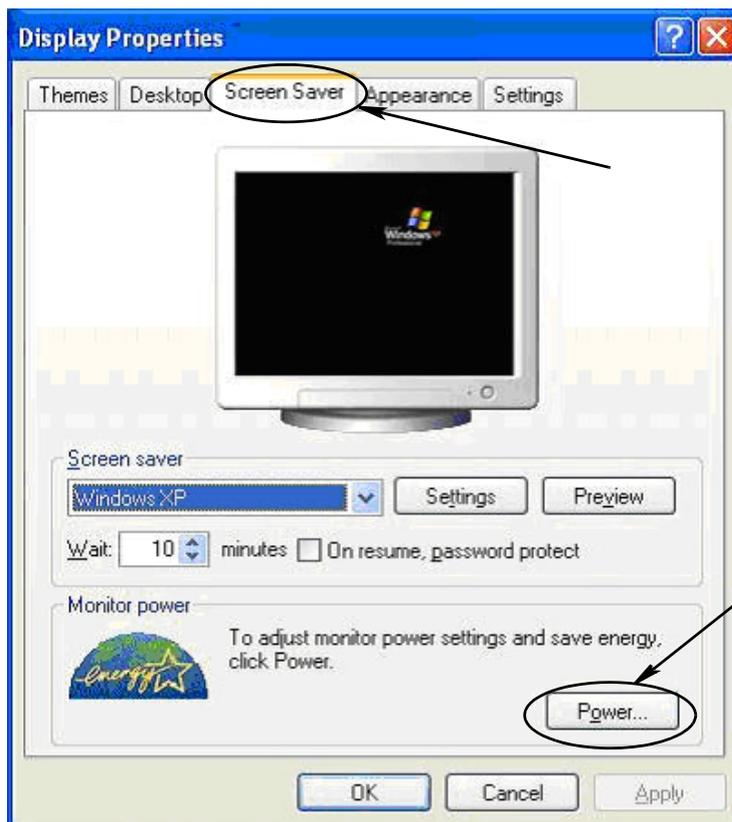

FIG. 30
2. È visualizzata la finestra delle proprietà. Selezionare la scheda Screen saver. Nella parte relativa all'alimentazione del monitor della schermata, selezionare il pulsante Alimentazione (FIG. 30).